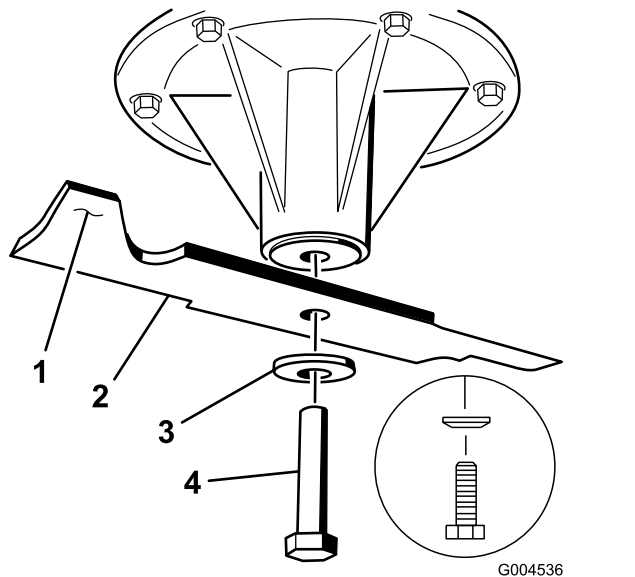

Figure 103
1. Placez la lame sur l'axe (Figure 103).
2. Installez la rondelle élastique et le boulon de la lame (Figure 103).